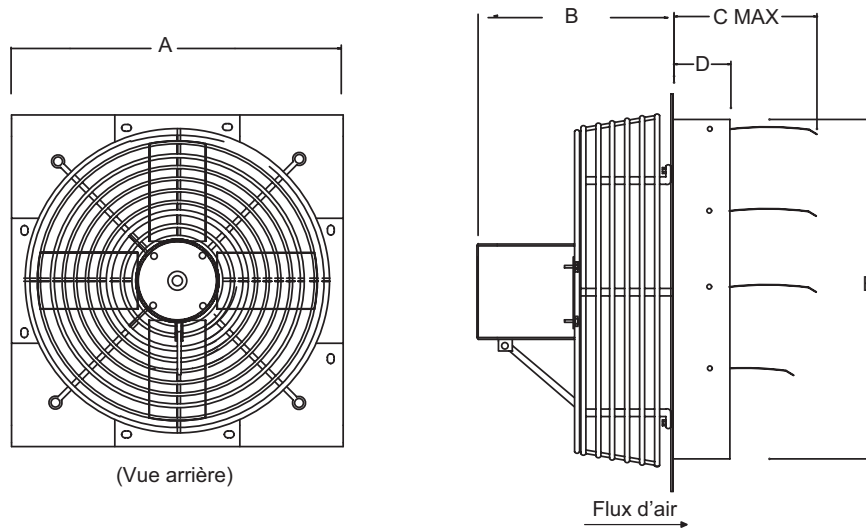

Figure 1 : Dimensions
1. Construire un cadre carré avec des planches de 2" X 4" et l'installer dans le mur. L'ouverture doit être supérieure de 1/2" au cadre des volets (voir Figure 1, dimension D).